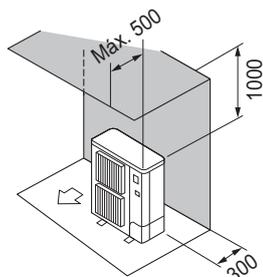

Fig. 3-6
② Obstáculos apenas na parte de trás e por cima (Fig. 3-6)